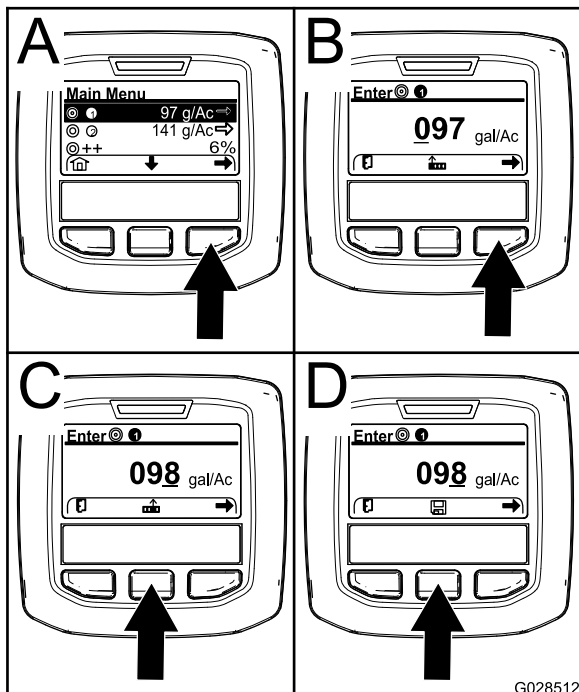

図 67
2. 必要に応じ、中央ボタンを押して散布レートその1散布プログラム1を表示させる図 67。